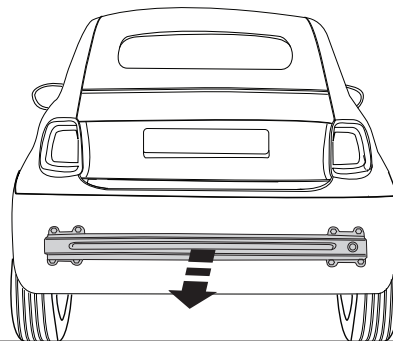

Fig.1
1. Снять бампер вместе со стальным буферным брусом автомобиля. (См. рисунок 1).